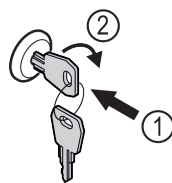

Fig. 96
- ▶ Klíč zasuňte dovnitř Fig. 96 (1).
- ▶ Otáčejte klíčem o 90° ve směru hodinových ručiček Fig. 96 (2).